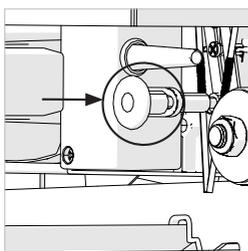

Fig. 17
- Baixe a cabeça da serra para a posição inferior, "capturando" o dispositivo de proteção de lâmina inferior auxiliar. Empurre o pino de engate da cabeça da serra para o seu encaixe. **(Fig. 17)**